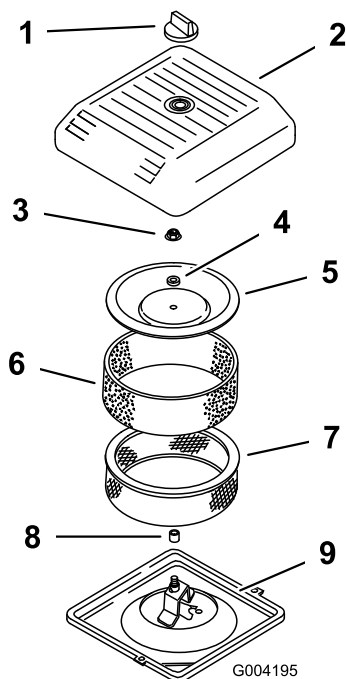

図 155
- エアクリーナのカバーを固定しているノブを外し、カバーを取り出す(図 155)。
- ペーパーエレメントについているスポンジエレメントを注意深く外す(図 155)。
- カバーナットを外し、カバー、スペーサ、ペーパーエレメントを外す(図 155)。